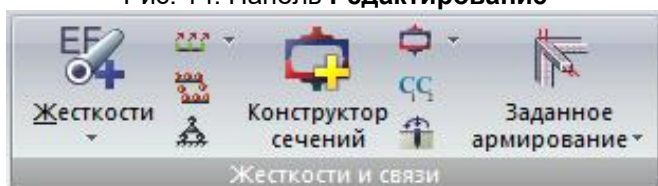

Рис. 15. Панель **Жесткости и связи**
- **Жесткости и связи** (рис.15) – операции по созданию, редактированию и назначению жесткостей, материалов, типов заданного армирования элементам схемы, моделированию закреплений, объединения перемещений, генерации АЖТ, задание коэффициентов постели и задания и/или вычисления жесткостных характеристик свай